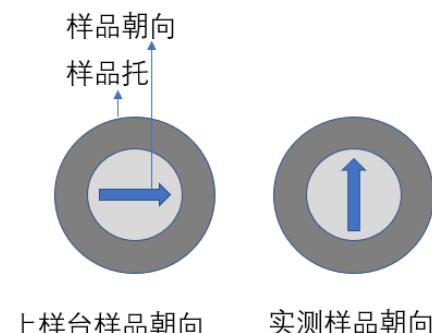

图 9.上样台与实测位置的样品朝向。
1.2.0 上样台样品朝向和实测的样品朝向说明，上样台摆放的样品朝向并不是实际测的样品样品朝向，见图 9，根据样品和测试需要，调整上样台样品的摆放。